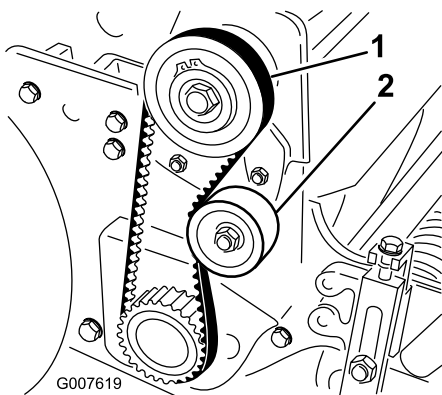

Figure 36
2. Contrôlez la tension en exerçant une force de 18 à 22 N à mi-distance entre les poulies (Figure 36). La courroie doit présenter une flèche de 6 mm.
- A. Desserrez l'écrou de fixation de la poulie de tension et faites pivoter la poulie dans le sens horaire contre l'arrière de la courroie jusqu'à ce que vous obteniez la tension voulue (Figure 36).